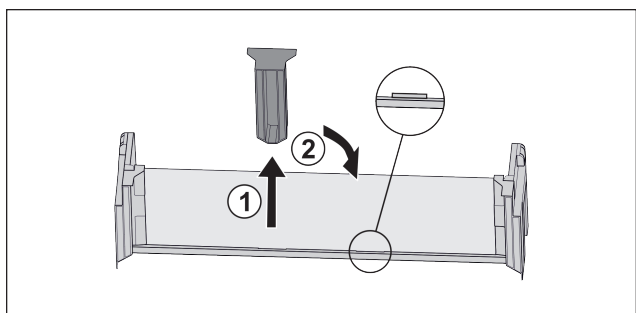

Fig. 39
- ▶ Wyciągnąć środkowy element trzymający Fig. 39 (1).
- ▶ Włożyć środkowy element trzymający na środkowej pozycji Fig. 39 (2).